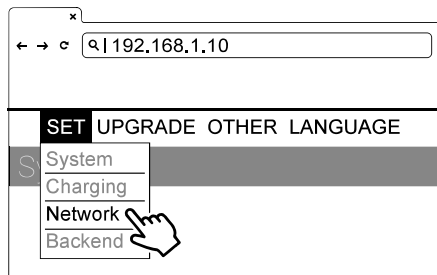

Figure 33. Menu CONFIGURATION
- 1) Sélectionner Network. Voir la figure 33.